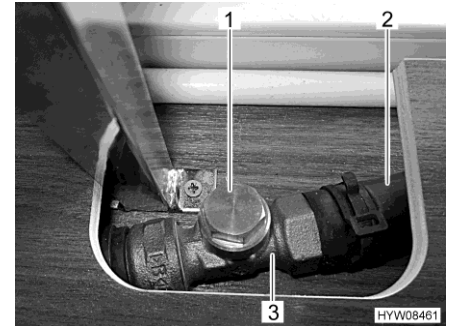

Fig. 175 Valvola (aperta)
- Afferrare la tubatura di bypass (Fig. 175,2) dietro la valvola (Fig. 175,3). Il tubo flessibile deve essere tiepido.